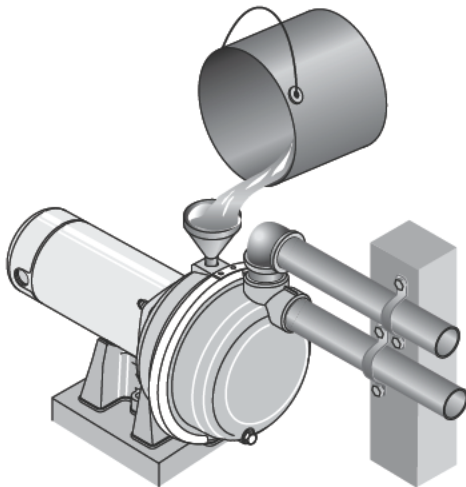

Figure 5 - Remplir la pompe avant de commencer
- 3 ° Remplir d'eau la pompe et le tuyau d'aspiration (Fig. 5).